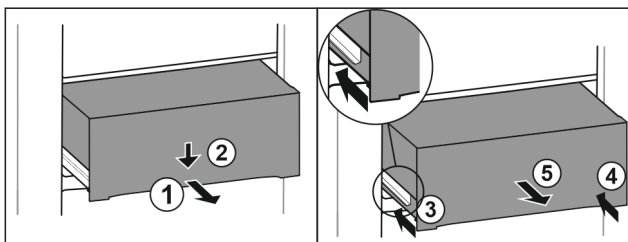

Fig. 80
- ▶ Vytiahnite zásuvku do polovice. Fig. 80 (1)
- ▶ Zatlačte zásuvku na prednej strane smerom nadol. Fig. 80 (2)
- ▶ Zasuňte ľavú koľajničku o cca 2 cm. Fig. 80 (3)
- ▶ Zasuňte pravú koľajničku o cca 2 cm. Fig. 80 (4)
- ▶ Odoberte zásuvku dopredu. Fig. 80 (5)